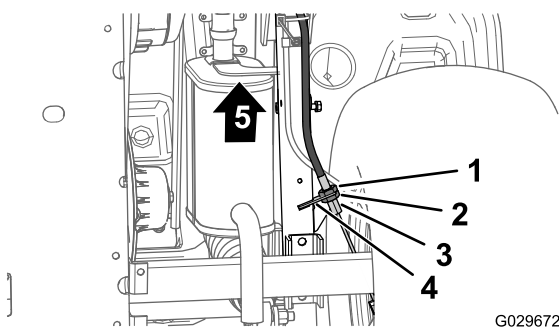

Figura 54
3. Na parte inferior da máquina, desaperte a porca de bloqueio traseira para o ajustador roscado do cabo do travão de mão 4 voltas (Figura 54).
- A. Desaperte a porca de bloqueio traseira (Figura 54) para o ajustador roscado do cabo do travão de mão 1 volta.
- B. Aperte a porca de bloqueio dianteira (Figura 54).
4. Aperte a porca de bloqueio dianteira (Figura 54).
- A. Desaperte a porca de bloqueio dianteira (Figura 54) para o ajustador roscado do cabo do travão de mão 1 volta.
- B. Aperte a porca de bloqueio traseira (Figura 54).